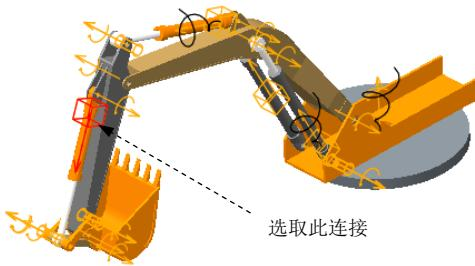

图 4.5.11 选取参考对象
Step7. 定义伺服电动机 4 (铲斗液压驱动)。选取图 4.5.11 所示的连接为参考对象，参照 Step5 中的操作和表 4.5.1 中的位置参数值定义 **时间** 数据和 **模** 数据，如图 4.5.12 所示；该伺服电动机的位置函数图形如图 4.5.13 所示。